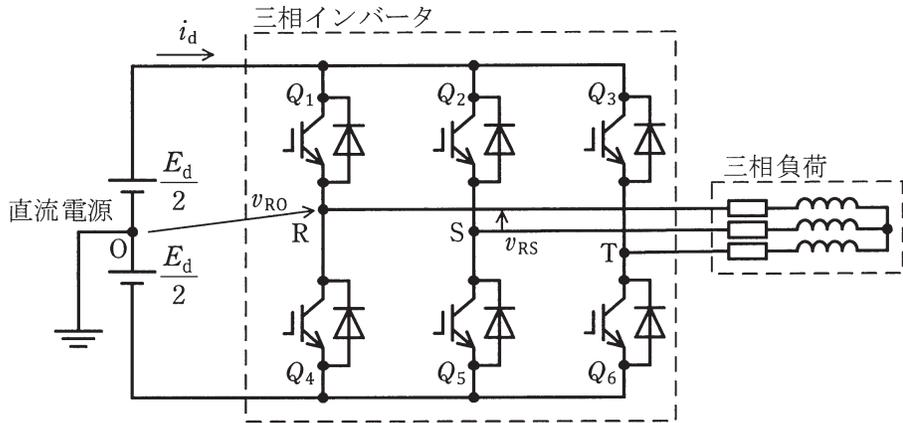
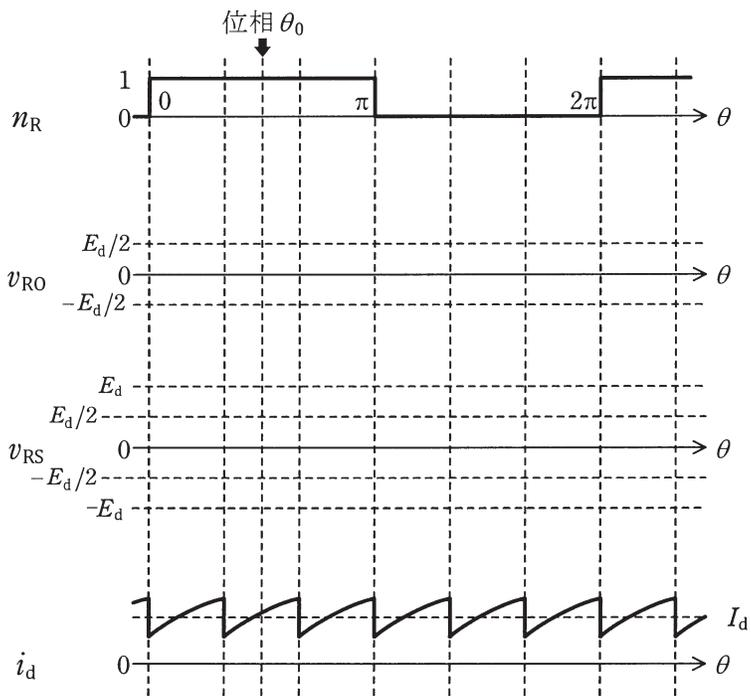

図 1
図 2
問3 図1には、R相→S相→T相の相順で、 $180^\circ$ 通電モードで運転する三相インバータとその三相負荷の回路を示す。直流電圧を $E_d$ 一定、三相インバータ内には損失がないものとして、次の問に答えよ。
- (1) 図2は三相インバータの動作を説明する図であり、波形 $n_R$ はR相のノッチ波である。ノッチ波は1のときにプラス側のパワーデバイスをオンし、0のときにマイナス側のパワーデバイスをオンすることを意味している。図2の位相 $\theta_0$ において、オン信号を与えているパワーデバイスは、R相では $Q_1$ であるが、S相及びT相ではどのパワーデバイスであるかを答えよ。
- (2) 答案用紙に図2と同じ図が印刷されているので、図1のR相電圧 $v_{R0}$ 、R-S相線間電圧 $v_{RS}$ の波形を、波形の大きさとスイッチングの位相が明確に分かるように、太線で明確に描け。ただし、 $v_{R0}$ の基準電位点は、直流電源の中間電位点Oとする。
- (3) 上記小問(2)において、二つの電圧波形 $v_{R0}$ 、 $v_{RS}$ のうち、出力周波数に対して3の整数倍次数の高調波が含まれている波形はどちらの波形であるかを答えよ。
- (4) 上記小問(2)において、線間電圧 $v_{RS}$ の実効値 $E_0$ を表す式を、 $E_d$ を用いて示せ。
- (5) 負荷電流が正弦波であるとみなせるとき、ある遅れの力率の場合の直流電流 $i_d$ の波形を図2の最下段に示している。負荷に供給される有効電力が $P=50\text{ kW}$ 、力率が $\cos\phi=\frac{\sqrt{3}}{2}$ であり、 $E_d=200\text{ V}$ であった場合の直流電流の平均値 $I_d[\text{A}]$ を求めよ。
(1) 三相インバータは、R相→S相→T相の相順で出力し、 $180^\circ$  通電モードで運転している。図2の位相 $\theta_0$ は $60^\circ \sim 120^\circ$ の間にあるので、R相のノッチ波は1、S相のノッチ波は0、T相のノッチ波は0となる。したがって、このときオン信号が与えられているパワーデバイスは、S相では $Q_5$ 、T相では $Q_6$ である。
(2) 上記の運転状態におけるR相電圧 $v_{R0}$ 及びR-S相線間電圧 $v_{RS}$ の波形を以下に示す。
(3) 二つの電圧波形 $v_{R0}$ 、 $v_{RS}$ のうち、出力周波数に対して $3n$ 次高調波が含まれている波形は $180^\circ$ 通電モードである $v_{R0}$ である。 $v_{RS}$ は三相線間電圧であるので、 $3n$ 次高調波が打ち消されて含まれない。
(4) 上図の線間電圧  $v_{RS}$  の波形から、実効値  $E_0$  を表す式は次式となる。